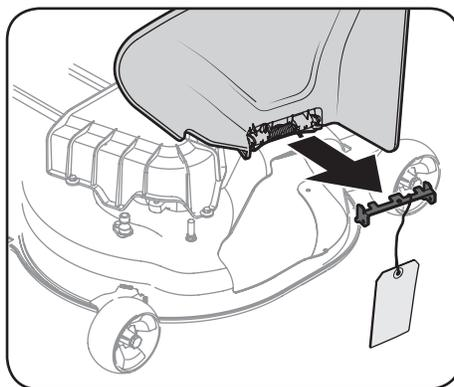

Figura 2-6
7. Sosteniendo el canal deflector totalmente hacia arriba, extraiga la traba de seguridad. Baje el canal deflector y descarte la traba de seguridad. Consulte Figura 2-6.